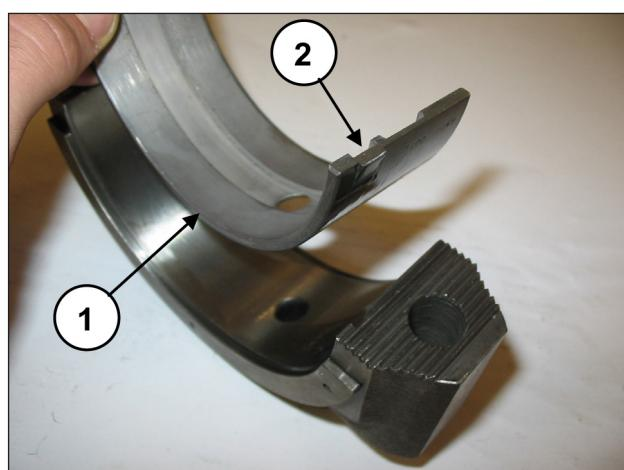

Fig. 82
Aplique os semi-rolamentos inferiores nas capas (pos. ①, Fig. 82) verificando se a lingueta de referência dos semi-rolamentos está posicionada no compartimento apropriado na capa (pos. ②, Fig. 82).